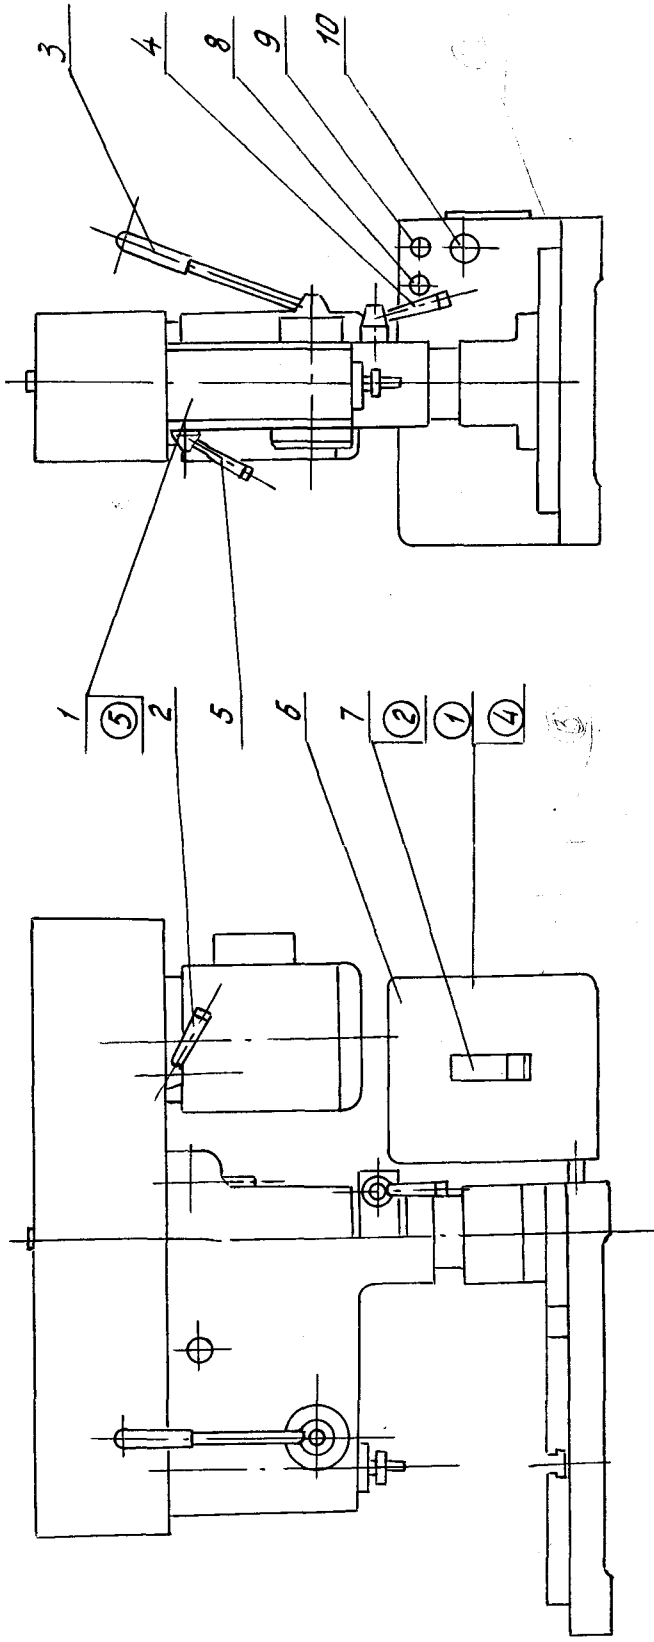

Рис. 1. Общий вид станка.
Общий вид станка показан на рис. 1, а перечень составных частей дан в табл. 3
6.1. Органы управления станком показан на рис. 1, перечень их дан в табл. 4
Поз. на рис. 1	Органы управления и их назначение